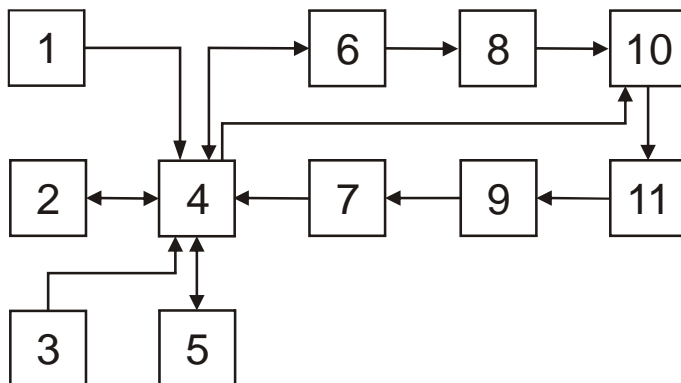

Рис.2 Структурная схема структуроскопа магнитного МС-10.
4.2 Основные функциональные узлы структуроскопа приведены на структурной схеме (рис.2).